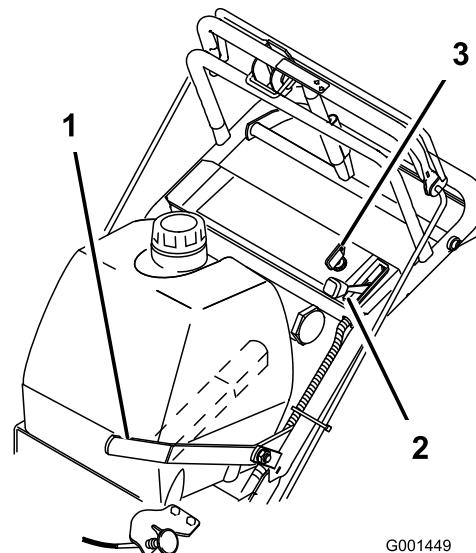

Figura 7
5. Gire la llave de contacto a la posición de **marcha** (Figura 7).
8. Tire del mando del estárter si el motor está frío (Figura 7).
1. Mueva la palanca del acelerador a la posición **Lento** (Figura 7).
3. Gire la llave de contacto a **Desconectado** (Figura 7).